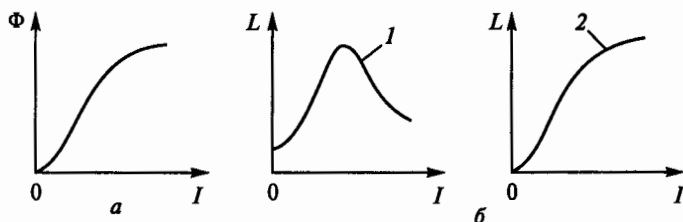

Рис. 46
**2.18.** Для катушки с ферромагнитным сердечником связь между потоком  $\Phi$  и током  $I$  задается кривой намагничивания, показанной на рис. 46, *a*. Какова зависимость индуктивности  $L$  от тока  $I$ ?
1. Имеет вид кривой 1 на рис. 46, *б*.
3. Имеет вид кривой 2 на рис. 46, *б*.